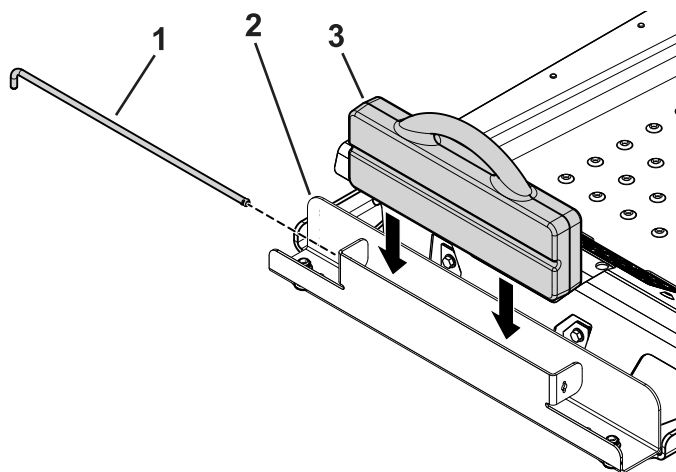

Figura 3
4. Insira o peso em forma de mala no tabuleiro de pesos com o lado ranhurado virado para a frente da máquina (Figura 3).
5. Insira a barra de retenção no tabuleiro e rode-a para a posição de bloqueada (Figura 3).